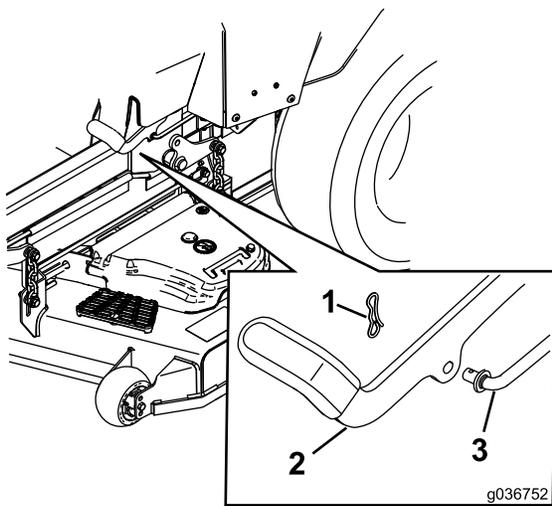

Рисунок 58
6. При потребі регулювання вимкніть ручне гальмо. Зніміть шплінт з валу гальмівної колодки (Рисунок 58).